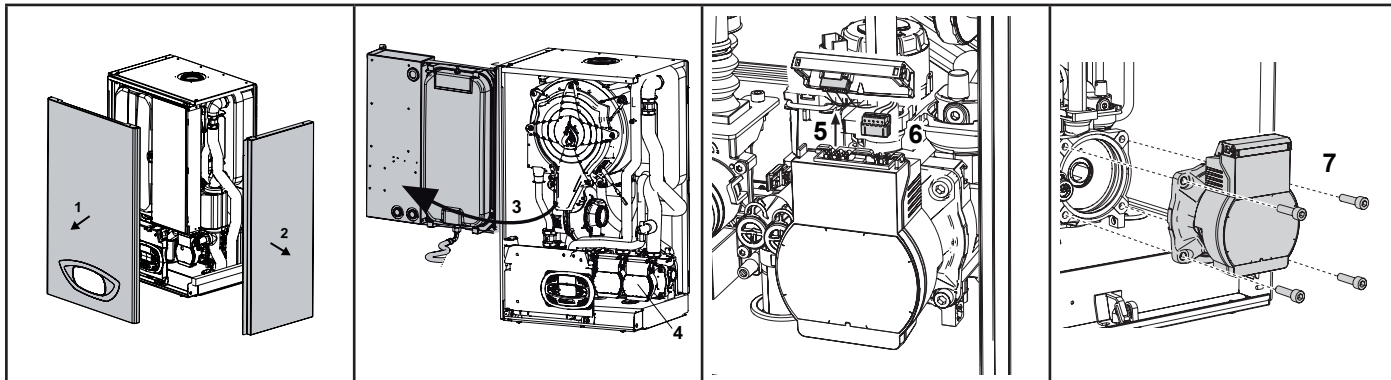

fig. 217 - Sostituzione/manutenzione circolatore della pompa di calore
- Sconnettere elettricamente il circolatore "4" sbloccando le connessioni alzando il particolare "5 e 6" di fig. 217.
- Svitare e togliere il gruppo motore del circolatore ("7" di fig. 217.) e togliere il circolatore.